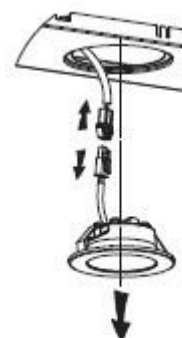

Fig. 2
- Utilisez un outil ou votre main pour exercer une pression sur le ressort des deux côtés de l'éclairage D.E.L. vers l'intérieur, jusqu'à ce que la lampe soit extraite (voir Fig. 1). Ensuite, tirez légèrement sur le câble de connexion de la lampe et démontez la borne du câble de connexion de la lampe. Voir Fig. 2.